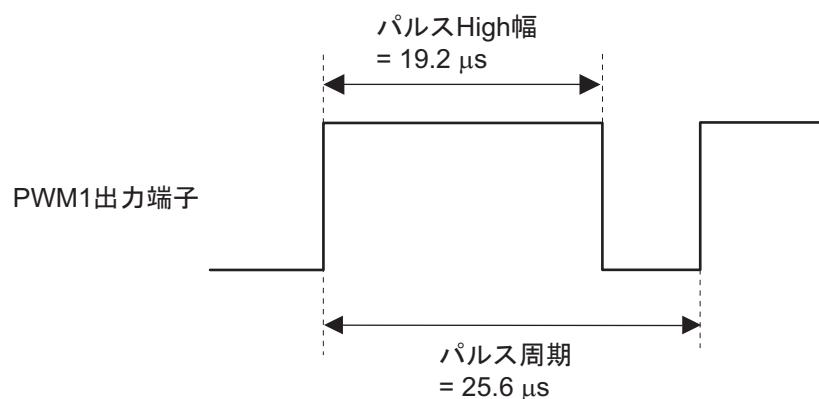

図 1 14 ビット PWM 機能によるデューティパルス出力
- 図 1 に示すように、14 ビット PWM 出力機能を使用して、PWM1 出力端子からデューティパルスを出力します。